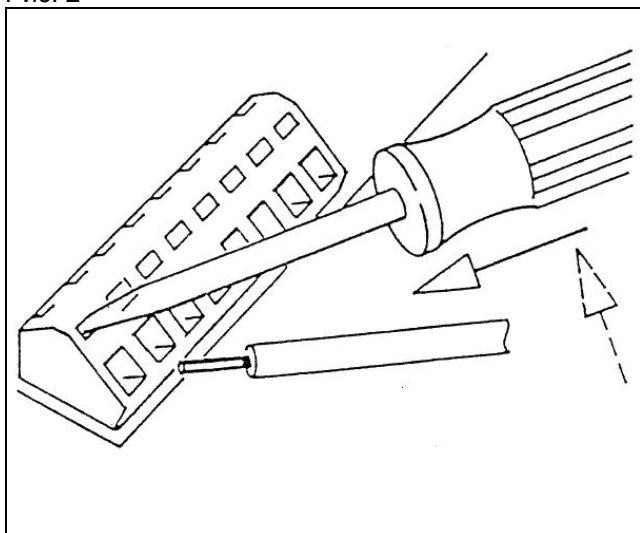

Рис. 4
- замечание для работы с клеммами-зажимами: на рис.4 показано, как открывается клемма с помощью отвёртки. К одной клемме можно присоединять только один провод!